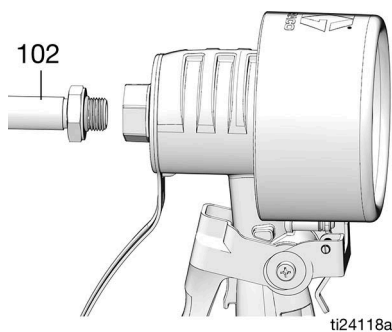

ABB. 5
- b. Die Verlängerung (102) wieder am Gehäuse des Dosiergeräts bis zum Anschlag anschrauben, wie in ABB. 5 dargestellt.